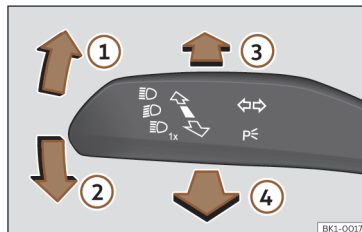

Fig. 107 Manípulo dos indicadores de mudança de direção e dos máximos (conforme versões).
- A partir da posição base, pressione para a frente o manípulo dos indicadores de mudança de direção e de máximos >>> **Fig. 107 ③**.
- **OU**: se o assistente de máximos estiver ligado, puxe para trás o manípulo dos indicadores de mudança de direção e de máximos >>> **Fig. 107 ④**.